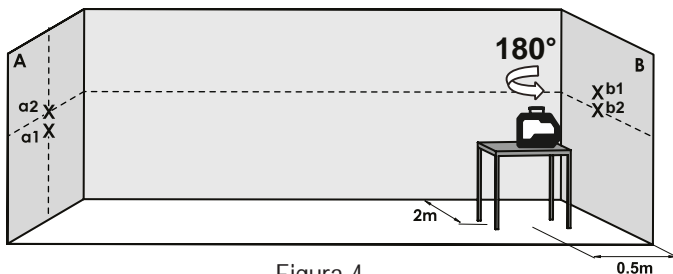

Figura 4
8. Gire el láser 180° hacia la pared **A**, y marque en la pared el centro de los rayos cruzados como **a2** (ver la figura 4).